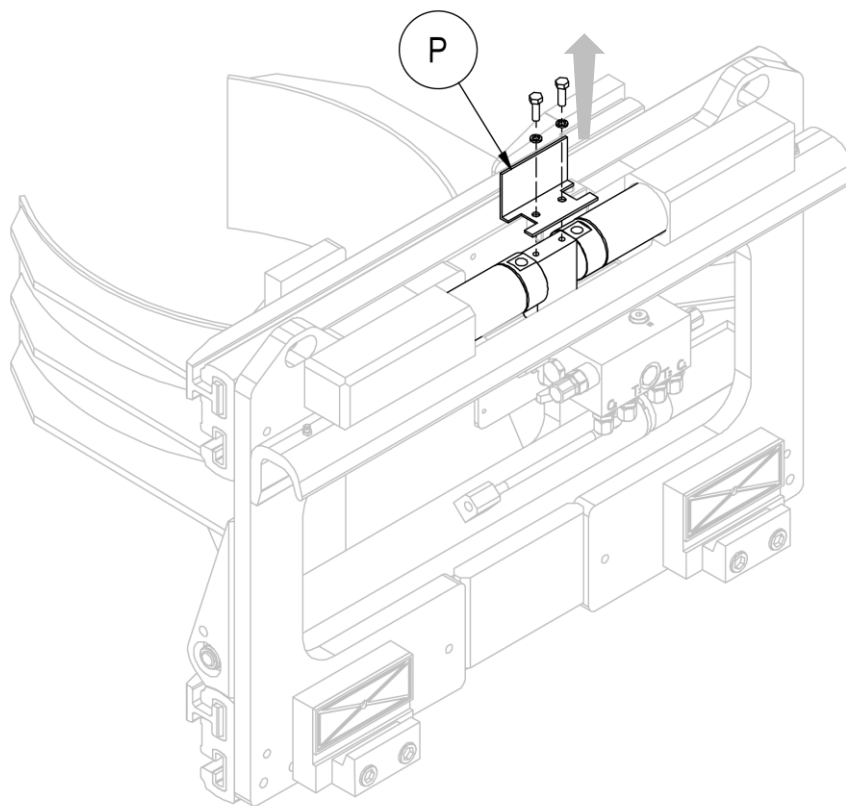
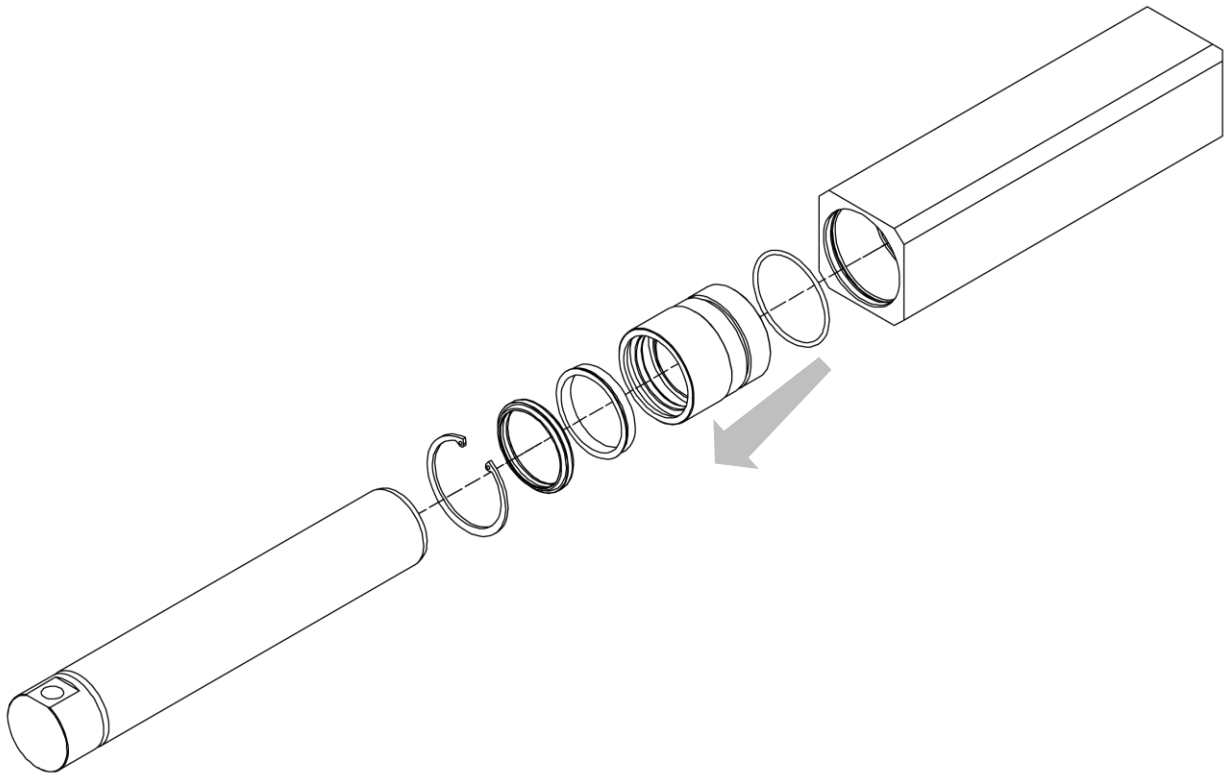

Figura 37
Figura 38
3. Remover el doble gancho después de quitar el “plato de protección” (P) con los tornillos (en el punto **Errore. L'origine riferimento non è stata trovata.** ya se explicó este punto).
7. Mira la *Figura 37* e la *Figura 38*.